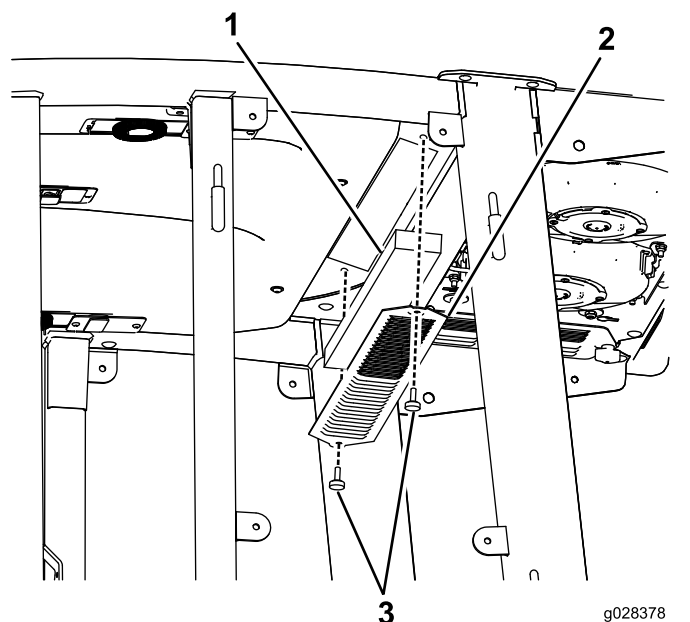
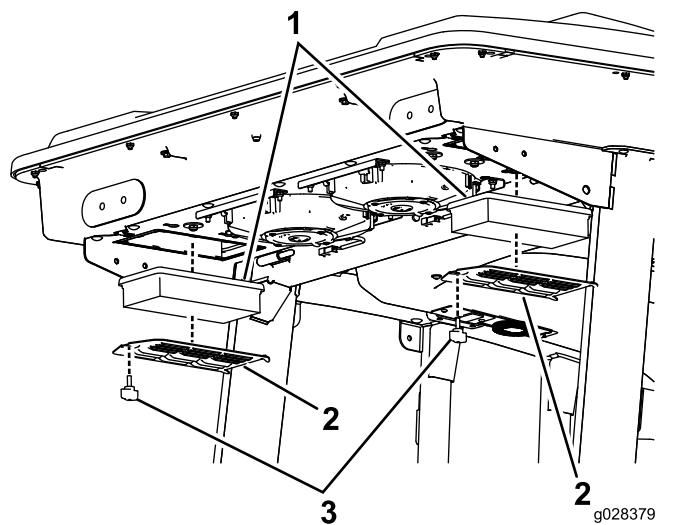
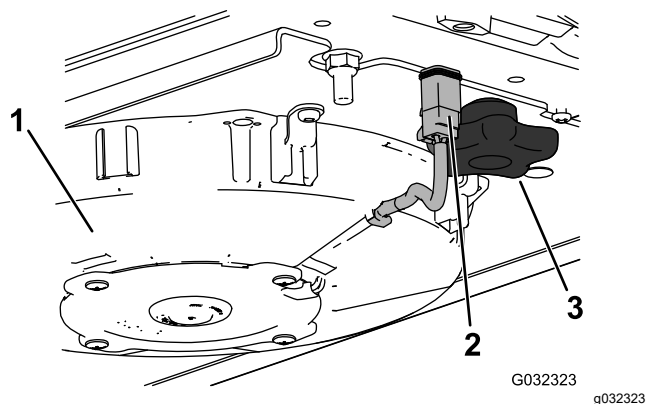
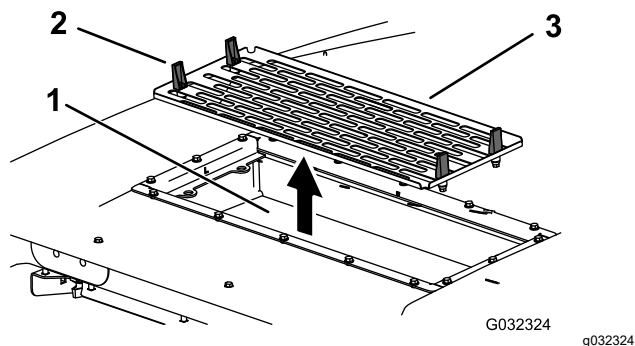

Figure 97
Figure 98
Figure 100
Figure 101
1. Retirez les vis et les grilles des filtres à air intérieur et arrière de la cabine (Figure 97 et Figure 98).
4. Déposez les filtres à air (voir Figure 98).
6. Reposez les filtres à air, la grille et le ventilateur (Figure 98, Figure 100 et Figure 101).
7. Rebranchez le câble de chaque ventilateur (Figure 100).